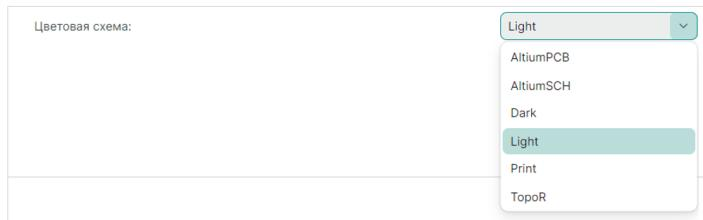

Рис. 75 Выбор цветовой схемы редактора
- «Цветовая схема» – выбор цветовой схемы редактора, см. Рис. 75.